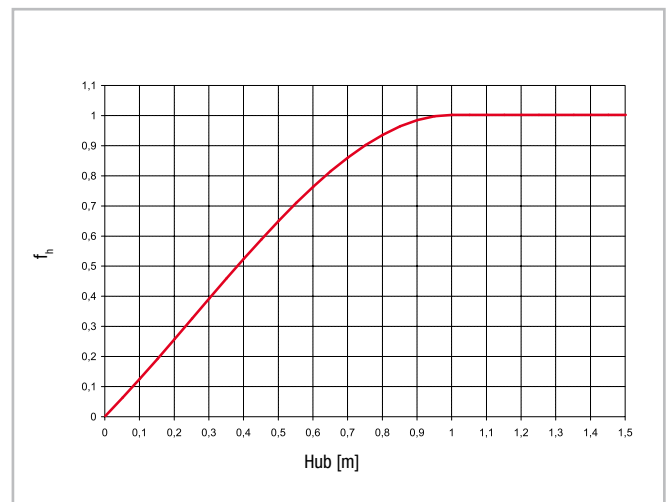

Abb. 56
- C = dynamische Tragzahl (N)
- P = einwirkende äquivalente Belastung (N)
- f_h = Hubbeiwert (s. S. 44, Abb. 56)